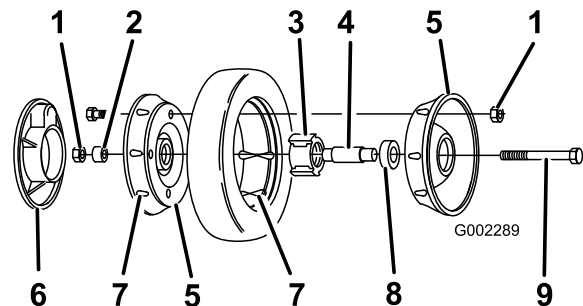

Рисунок 32
3. Отверните болт, снимите разделитель колес и контргайку крепления колеса к поворотному рычагу (Рисунок 32).
4. Отделите половины колеса от шины, отвернув 4 болта с 4 контргайками (Рисунок 32).
**Примечание:** Если вы снимаете подшипники с узла подшипника/ступицы, снимите их, нажав на разделитель подшипника (Рисунок 32).
1. Расположите шину на одной половине колеса, совместив выступы на каждом из этих компонентов (Рисунок 32).
2. Поместите узел подшипника/ступицы в центральное отверстие половины колеса. Убедитесь в том, что опоры ступицы расположены поверх фланца отверстия (Рисунок 32).
3. Установите вторую половину колеса на узел подшипника/ступицы, совместите выступы колеса и шины и монтажные отверстия (Рисунок 32).
4. Используя два винта или болта с резьбой по всей поверхности (1/4-20 x 1,50 дюйма) и нефиксирующиеся гайки, скрепите, не затягивая, половины колес вместе. Вставьте винты или болты в противоположные отверстия (Рисунок 32).
5. Проверьте выравнивание всех деталей и затяните болты попеременно с разных сторон, чтобы обеспечить равномерное сжатие, пока половины колес не будут соединены друг с другом (Рисунок 32).
6. Вставьте ранее снятые два болта и 2 контргайки в оставшиеся отверстия половин колес и затяните. Отверните два длинных винта или болта и замените их двумя болтами и двумя контргайками (Рисунок 32).
7. Установите колесо на поворотный рычаг с помощью болтов, разделителя и контргайки. Убедитесь в том, что разделитель расположен между ступицей колеса и поворотным рычагом (Рисунок 32).